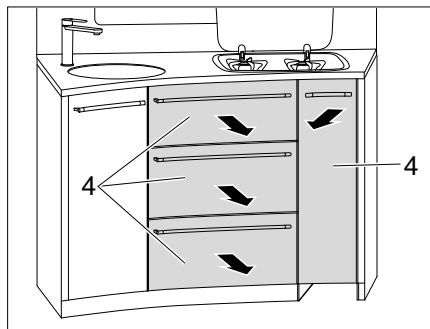

Bild 128 Ta ut kökslådor
■ Ta ut kökslådor (Bild 128,4).